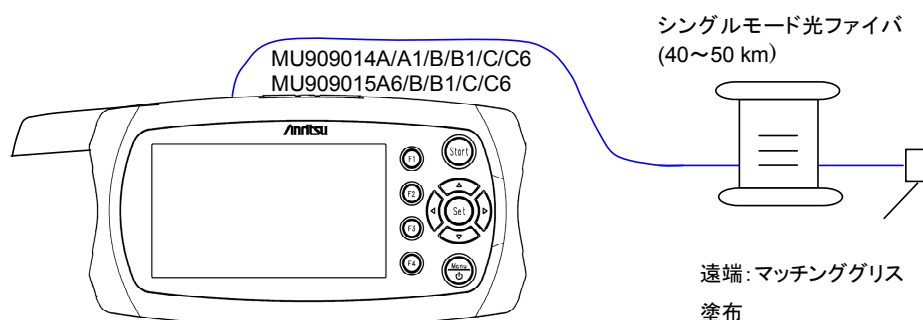

図11.1.6-1 リニアリティ測定の接続図
1. 本器と、測定器を図11.1.6-1のとおり接続します。